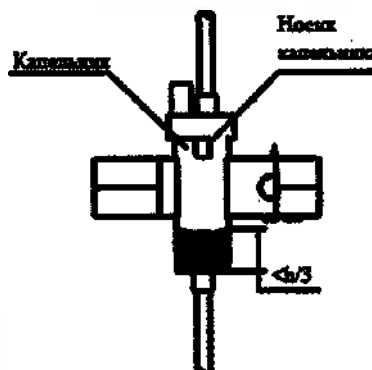

Рисунок 10.2– Расположение устройства датчика капель
- Установите корпус капельника инфузионной системы таким образом, чтобы его носик был на одном уровне по отношению к верхней поверхности корпуса датчика капель, согласно рис.10.2.